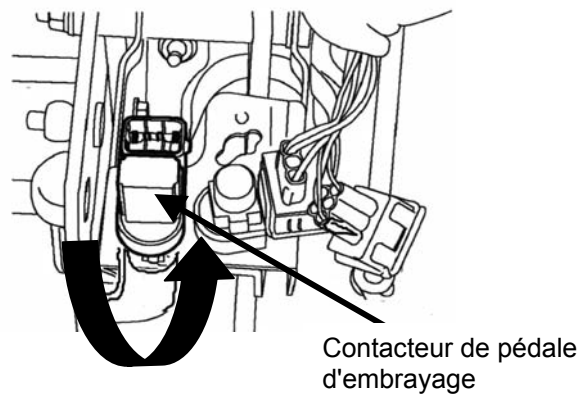

Figure 1
- Débrancher le contacteur d'embrayage et déposer le contacteur en tournant dans le sens contraire des aiguilles d'une montre (figure 1).